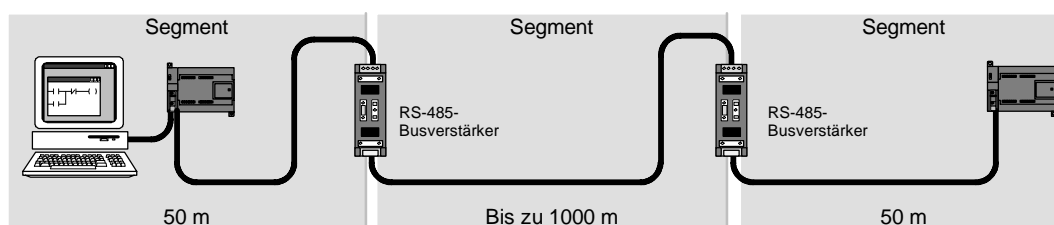

Bild 7-21 Beispiel für ein Netz mit Busverstärkern
- ☐ *So erhöhen Sie die Ausdehnung eines Netzes:* Wenn Sie einen Busverstärker in Ihr Netz aufnehmen, können Sie das Netz um 50 m erweitern. Wenn Sie zwei Busverstärker anschließen, ohne dass sich andere Teilnehmer zwischen den Busverstärkern befinden (wie in Bild 7-21), können Sie das Netz auf die maximale Kabellänge für die Baudrate erweitern. Sie können maximal 9 Busverstärker in Reihe in einem Netz einsetzen, doch die Gesamtlänge des Netzes darf 9600 m nicht überschreiten.